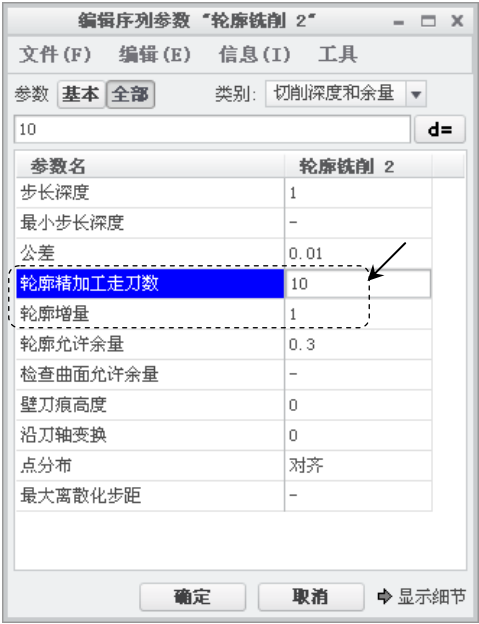

图 10.4.26 设置轮廓增量参数
Step5. 在“轮廓铣削”操控板中单击 **参数** 按钮，在弹出的设置界面中单击  按钮，系统弹出编辑序列参数“轮廓铣削 2”对话框，选择下拉菜单 **文件(F)** 菜单中的 **打开...** 命令，在“打开”对话框中选择前面保存的参数文件 **milprm02.mil** 将其打开，单击 **全部** 按钮，在 **类别** 下拉列表中选择 **切削深度和余量** 选项，设置图 10.4.26 所示的参数。单击 **确定** 按钮完成参数设置。